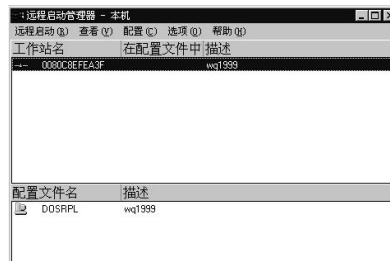

图 4
当工作站端网卡的配置结束后，为了使工作站能够正常登录，还需要对服务器进一步设置。具体过程如下：①打开无盘工作站，注意此步并不是要进行登录，而是将引导信息传给服务器，以便于下一步的设置；②运行“开始/程序/管理工具(公用)/远程启动管理器”，出现图4所示的对话框，你会发现一个工作站名，此工作站还未经配置；③选择“配置”菜单下
在 NTS4.0 服务器上进行如下的设置工作:①运行“开始/程序/管理工作(公用)/远程启动管理器”,出现与图4相同的对话框,选择对话框中“配置”菜单下的“检查配置”一项,单击“是”;②选择“远程启动”菜单下的“新的配置文件”一项,选择“WQ1999”,出现与图5相同的对话框,在“配置文件名”后输入“WIN95RPL”;③在 NTS4.0 服务器上执行 NTS4.0 安装光盘上 CLIENTS\RPL\UPDATE\WIN95 目录下的 WIN95SRV.BAT 文件。格式如下: